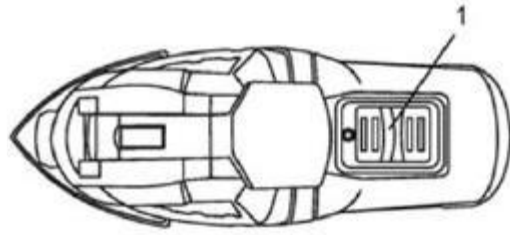

Fig. 6
1. Pentru pornirea dispozitivului împingeți butonul de pornire (ON/OFF) (1) spre partea frontală a dispozitivului (fig. 6).
5. Porniți unealta (fig. 6 la pag. 11 și 12).
5. Porniți unealta (fig. 6).
4. Porniți unealta (fig. 6).
3. Porniți unealta (fig. 6).